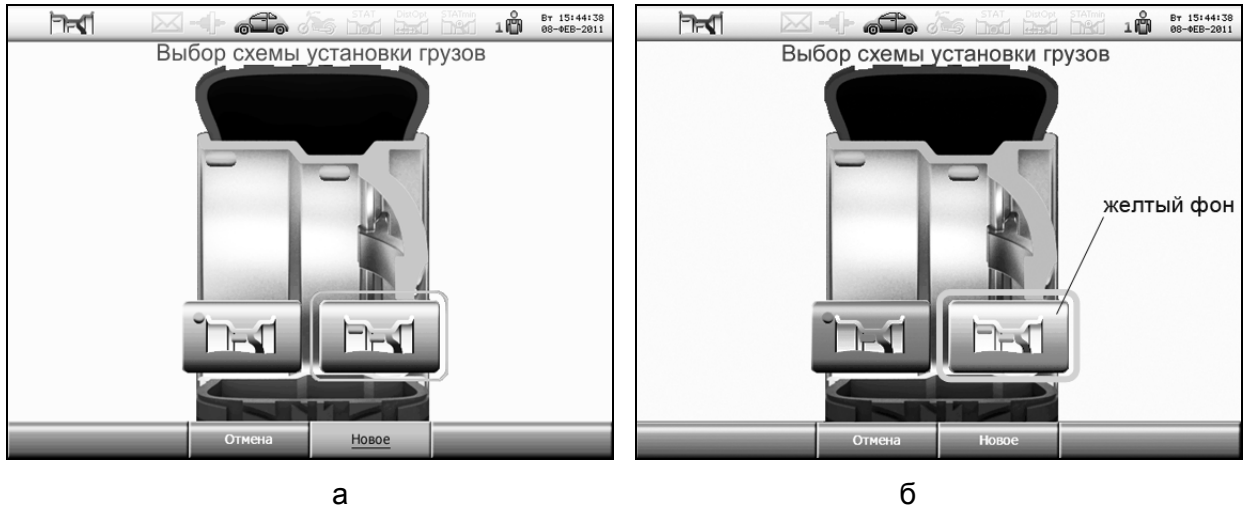

Рисунок 5.7 – Выбор схемы установки грузов
После ввода размеров на экране автоматически будут показаны возможные схемы установки грузов. Текущая схема выделена желтой рамкой, рисунок 5.7 а). Если схема определена правильно, то можно сразу выполнять измерение дисбаланса.
*При необходимости изменить схему - вращать ручку управления до выделения нужной схемы желтым фоном, рисунок 5.7 б). Затем нажать на ручку. Схема должна выделиться желтой рамкой.*